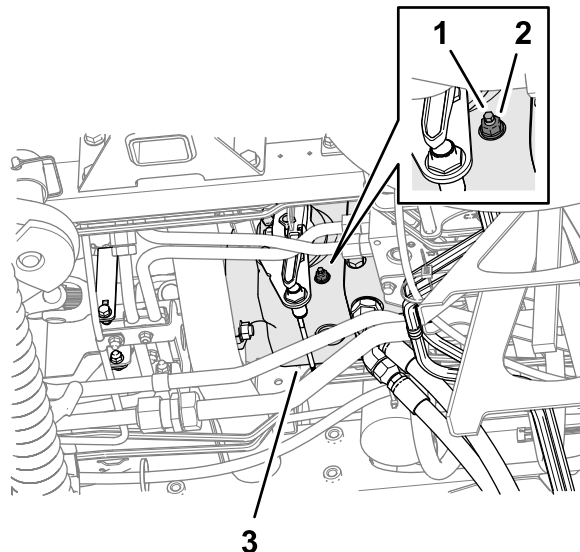

Figura 132
3. A partir do fundo da máquina e do lado direito da bomba de tração, solte a porca de bloqueio que fixa o parafuso de ajuste de retorno de ponto morto (Figura 132).